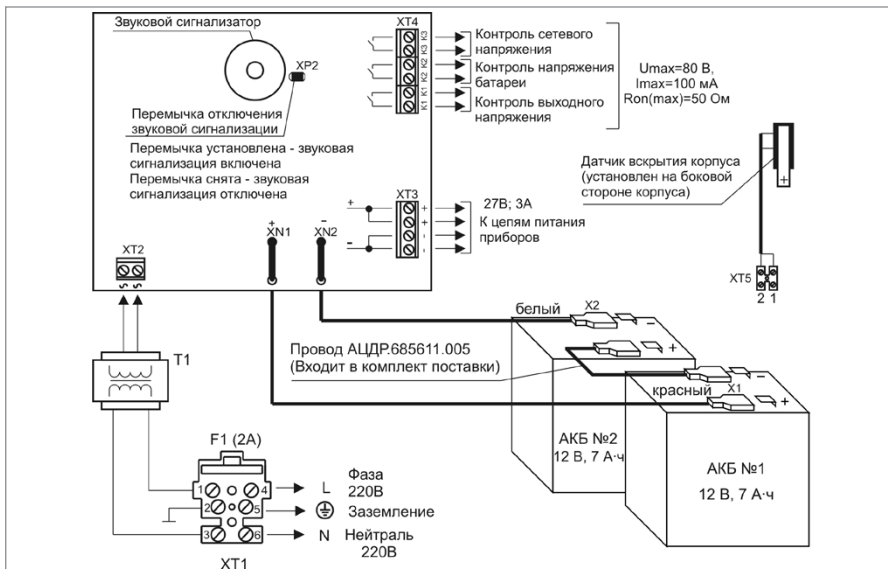
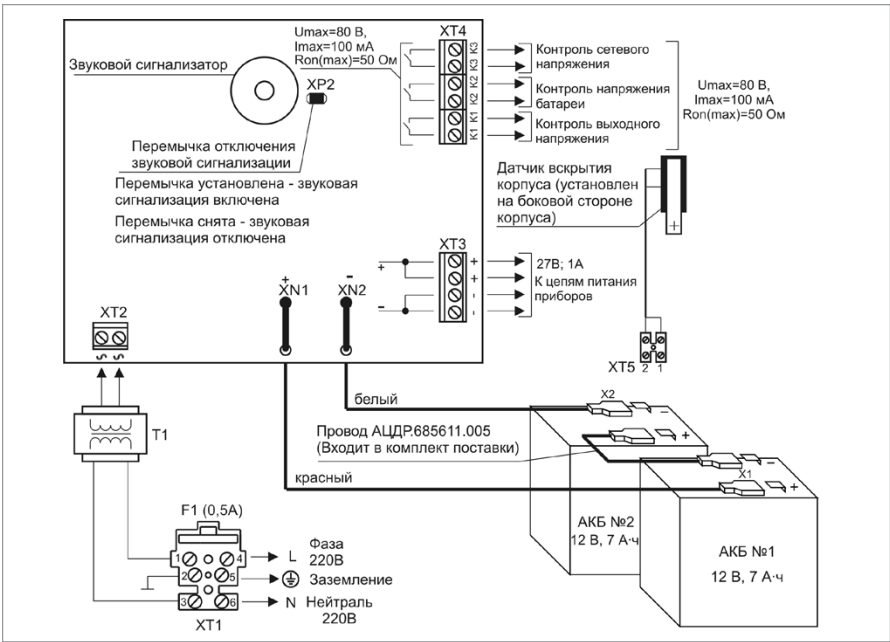

Рисунок 16. Схема подключения РИП-24 исп.11 (РИП-24-3/7М4-Р)
Рисунок 17. Схема подключения РИП-24 исп.12 (РИП-24-1/7М4-Р)
1.5. Схемы подключения РИП-24 исп.11 (РИП-24-3/7М4-Р) и РИП-24 исп.12 (РИП-24-1/7М4-Р) приведены на Рисунок 16 и Рисунок 17 соответственно.
1.12. Проверьте правильность произведённого монтажа в соответствии со схемой подключения (Рисунок 16 и Рисунок 17).
2.10. Отключите обе АКБ от платы РИП, отсоединив контакты Х1, Х2 от клемм АКБ (см. Рисунок 16 и Рисунок 17).